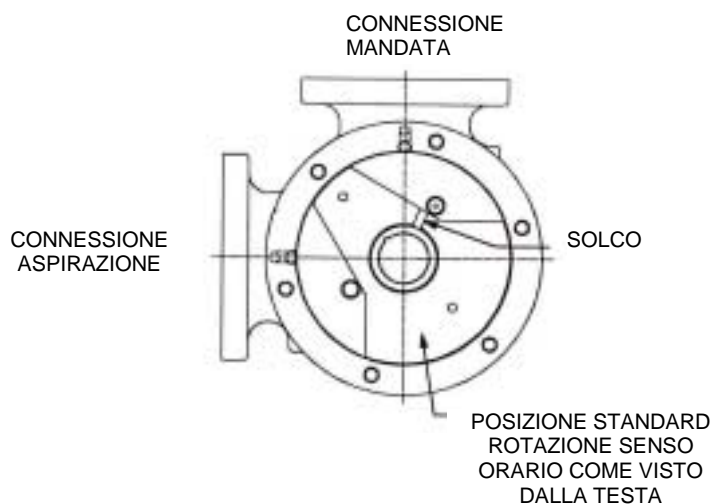

FIGURA 15
2. Se la cuffia è stata rimossa dal supporto, ispezionare la guarnizione piatta e, se necessario, sostituirla. Installare la cuffia sul supporto pilota con lo stesso orientamento che aveva prima. Questa serie di pompe non consente di ruotare la cuffia per alternare le configurazioni delle connessioni – per modificare la disposizione delle connessioni fare Riferimento a “Rotazione Pompa” a pagina 10. Bloccare la cuffia con le (8) viti.
3. Mettere la piastra di bilanciamento (se separata dal supporto) nel foro della cuffia (questo passaggio può non essere necessario per la serie 825). Assicurarsi che la piastra sia posizionata come prima. Fare riferimento alla **Figura 15** per il posizionamento standard della piastra di bilanciamento.